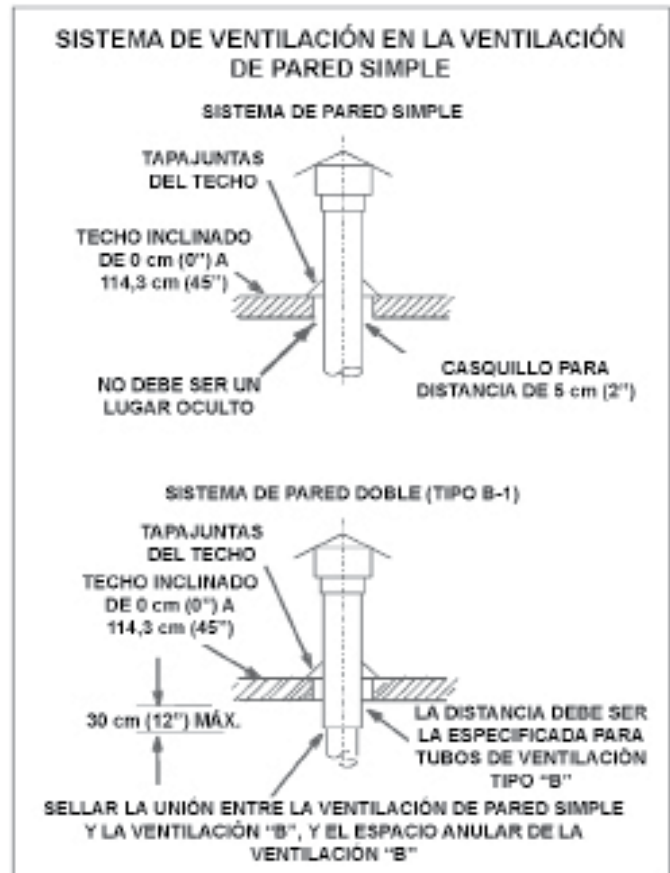
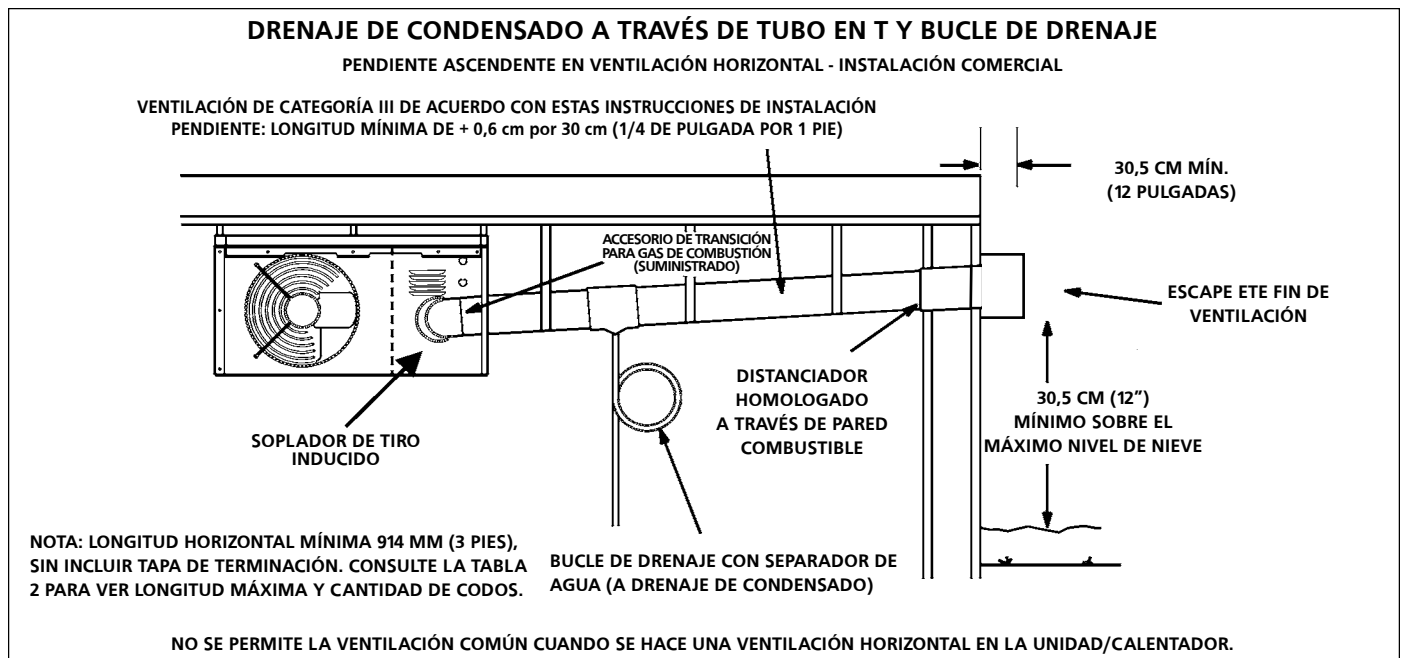

FIGURA 2
FIGURA 3
- Los calentadores HSU se deben utilizar con chimeneas aprobadas por NFPA o ANSI, ventilaciones de gas tipo B-1 homologadas por U.L., tubos de metal monocapa o un sistema de revestimiento de chimenea homologado para ventilación de gas donde corresponda, además de las modificaciones y limitaciones que se detallan en la **figura 2**. Selle el material de ventilación monocapa de acuerdo con la sección **A - Requisitos y recomendaciones generales**.
8. Cuando una terminación se pasa a través de una pared combustible exterior, se debe sostener la ventilación con un casquillo de distancia, que se encuentra incluido en la lista. Selle la conexión que hay entre los tubos de una pared simple y una pared doble y el espacio anular del tubo de la pared doble, como se muestra en la figura 2. El borde interior de la junta de terminación en T de la ventilación debe estar a un mínimo de 30,48 cm (12 pulgadas) de la pared exterior, como se muestra en la **figura 3**.
Ventilación A: recomendaciones y requisitos generales y C - Ventilación horizontal: general y D - Ventilación horizontal: comercial. Consulte la **figura 3**.